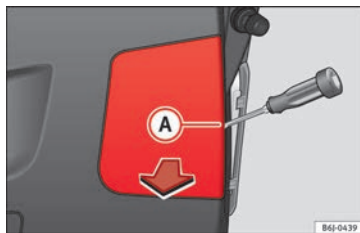

Fig. 113 Feux sur le hayon.
- Retirez ce cache à l'aide d'un tournevis à tête plate placé dans la rainure indiquée **(A)** » fig. 113.